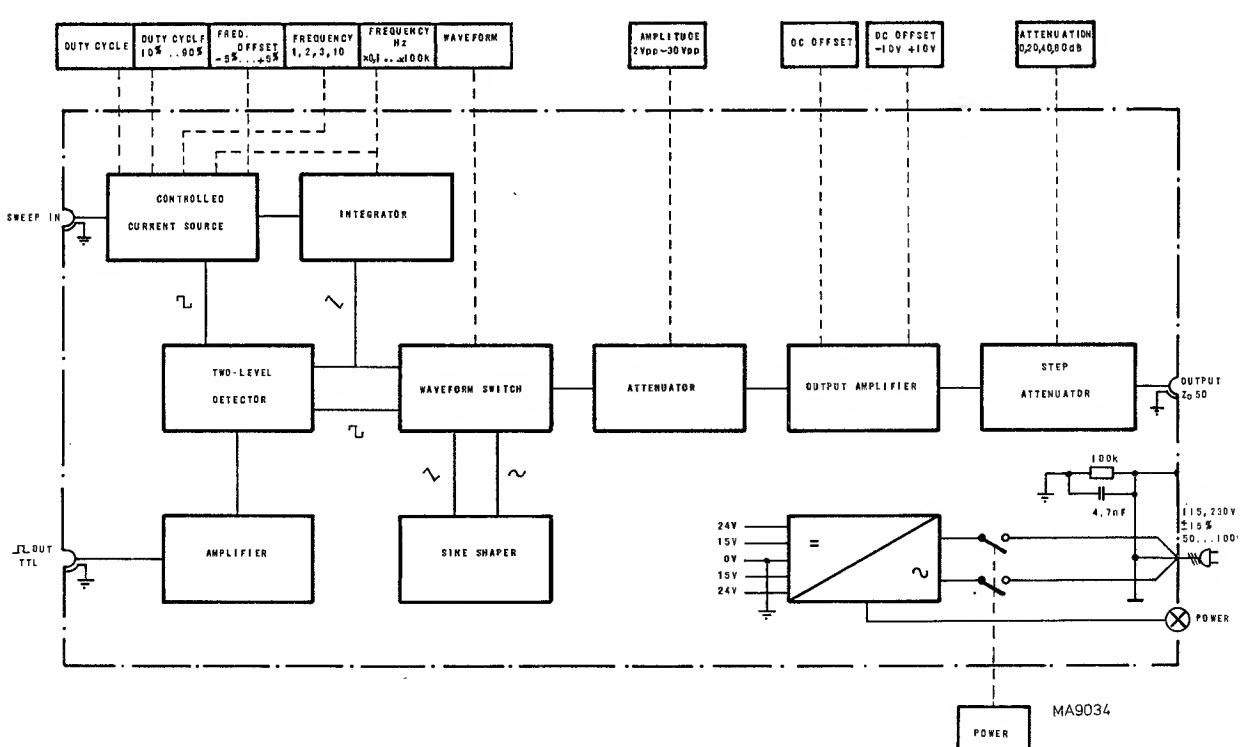

Fig. 1. Blockschaltbild des Generators
1.4. BLOCKSCHALTBLIBESCHREIBUNG (Fig. 1)